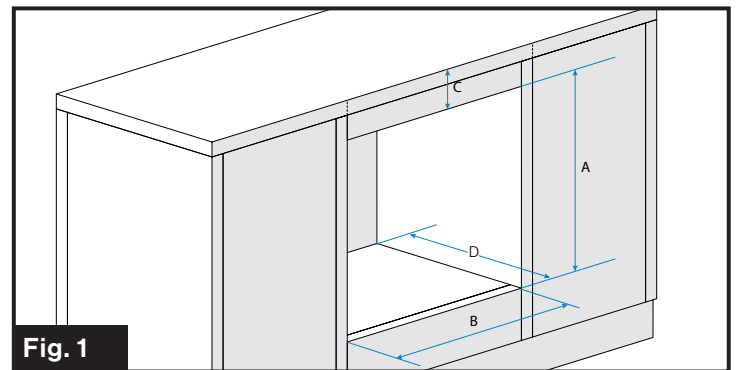

Fig. 1
**NOTAS:** Cuando utilice este electrodoméstico junto con el anafe a gas o el anafe eléctrico Furrion, asegúrese de que el corte del armario debe estar ubicado con una distancia de separación mínima de materiales combustibles (distancias de separación mínimas de materiales combustibles: 2 pulgadas de los laterales y 30 pulgadas de la parte superior si se instala un anafe). Cuando planifique la ubicación, tenga en cuenta las cortinas u otros materiales combustibles instalados alrededor del horno. La distancia mínima entre el suelo y la parte inferior de la abertura del corte es 9¼" (235 mm). (Consulte la medida E en la Fig. 1)
### Horno sin anafe (Fig. 1)